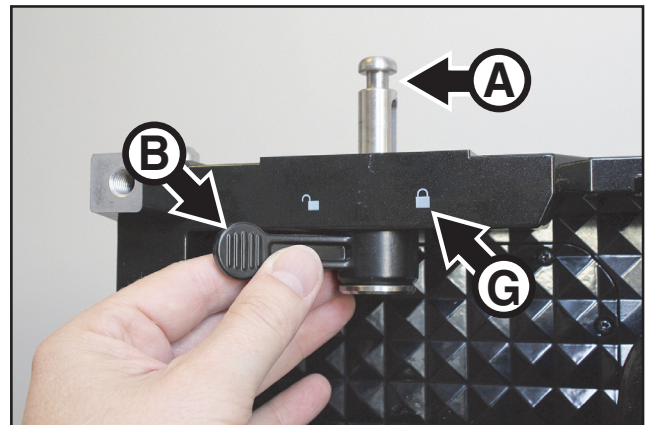

Bild 13: Verriegeln der vertikalen Verbinder
6. Siehe Bild 13. Drehen Sie beide Hebel **B** der vertikalen Verbinder **A** in die Position **Locked** (verriegelt, **G**).
10. Siehe Bild 13. Drehen Sie beide Hebel **B** der vertikalen Verbinder **A** des zweiten Panels in die Position **Locked** (verriegelt, **G**).